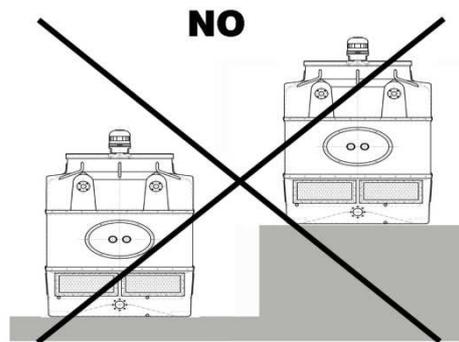

Fig. 20
- f) If several condensers are to be installed, all of the condensers must be installed at the same height. Otherwise, the higher-located condenser (s) may draw the saturated air coming from the lower located condenser (Fig 20).
- f) Dans le cas où l'on installe plusieurs condenseurs, ceux-ci devront être installés à la même hauteur, car, dans le cas contraire, le condenseur le plus haute pourrait aspirer l'air saturé du condenseur situé plus bas (fig. 20).
f) En el caso de que vayan a instalarse varios condensadores, éstos deberán instalarse a la misma altura, ya que de lo contrario, el condensador a mayor altura podría aspirar el aire saturado del condensador situada más abajo (fig. 20).